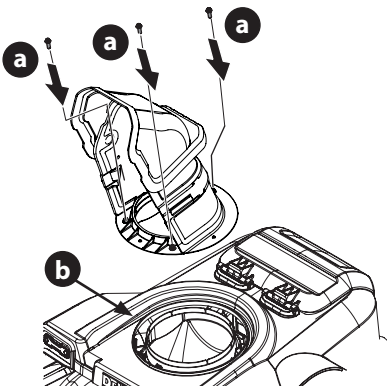

Figure 7
3. Fixez la base de la goulotte avec les vis à rondelle hexagonale (a) retirées à l'étape 1 (Figure 7).